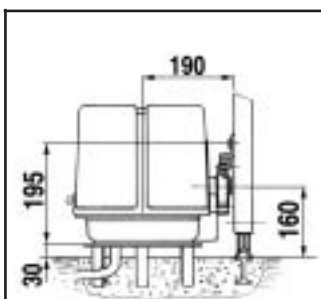
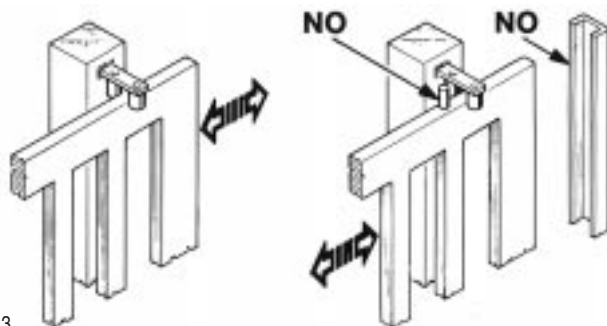

Fig. 2
Fig. 3
È necessario che la guida abbia alle sue estremità due fermi meccanici (L) (Fig. 2). Inoltre, le colonne devono avere superiormente delle guide antideragliamento (Fig. 3).
The guide needs to have two mechanical stops (L) of the type indicated at its ends (Fig. 2).
In addition, the columns must have anti-derailment guides at the top (Fig. 3).
N.B. Eliminate the mechanical stops of the type indicated in Fig. 3.
Il est nécessaire que le guidage ait à ses extrémités deux arrêts mécaniques (L) du type indiqué (Fig. 2). En plus, les colonnes doivent avoir dans la partie supérieure des guidages antidéraillement.
Eliminer les arrêts mécaniques du type décrit (Fig. 3).
Die Führungsschiene muß an beiden Enden mechanische Sperrunger (L) haben, wie in der Abbildung dargestellt ist (Fig. 2). Darüberhinaus Mußen die Säulen über Entgleisungsschutzvorrichtungen verfügen (Fig. 3).